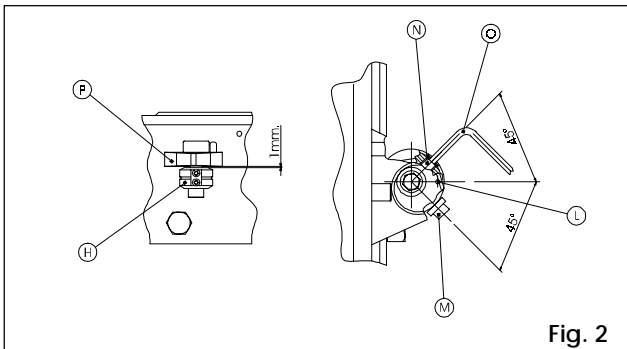

Fig. 2
- 4) Orientare il punto **L** con il grano **N** e le viti **M**, stringere il grano **N** con la chiave **O**, mantenendo **circa 1 mm.** di distanza tra il disco **H** e la nervatura del motoriduttore **P**, come in Fig.2.
- 4) Align and tighten Allen screw **N** using key **O** in such a way that the position of reference mark **L** and screw **M** are as shown in Fig.2.
- 4) Orienter et serrer le goujon **N** à l'aide de la clé **O** de manière à respecter la position du repère **L** et de la vis **M** comme indiqué en Fig.2.
- 4) Orientar el punto **L** con la espiga **N** y los tornillos **M**. Apretar la espiga **N** con la llave **O**, dejando **aproximadamente 1 mm** de distancia entre el disco **H** y la nervadura del motorreductor **P** (Fig. 2).
- 4) Punkt **L** mit Stiftschraube **N** und Schrauben **M** ausrichten, Stiftschraube **N** mit Schlüssel **O** anziehen und hierbei **ca. 1 mm** Abstand zwischen Scheibe **H** und Antriebsrippen **P** belassen, s. Abb.2.